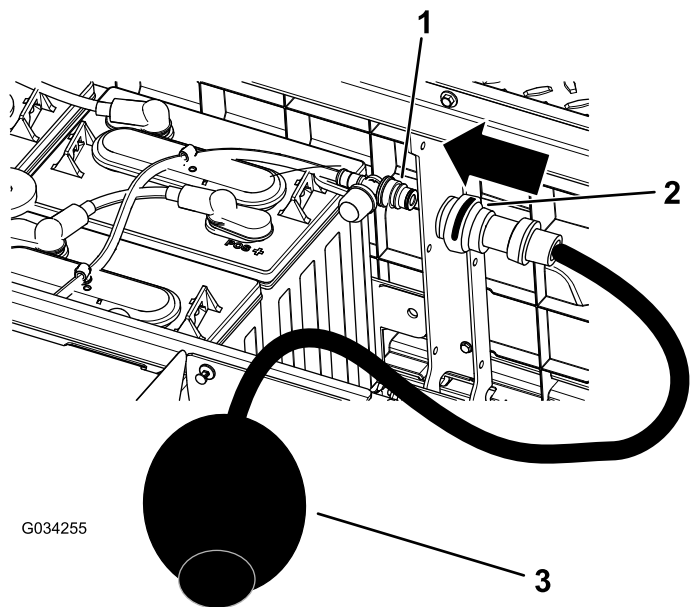

図 38
4. 水補給口に、トロの水補給用ハンドポンプをつなぐ **図 38**。